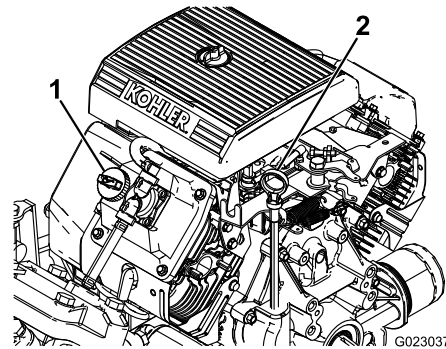

Figura 40
2. Retire la varilla y límpiela con un paño limpio (Figura 40). Introduzca la varilla en el tubo asegurándose de que entre a fondo. Retire la varilla y compruebe el nivel de aceite.
3. Si el nivel de aceite es bajo, retire el tapón de llenado de la cubierta de la válvula (Figura 40) y vierta aceite por el orificio hasta que el nivel de aceite llegue a la marca Lleno de la varilla. Añada el aceite lentamente y compruebe el nivel a menudo durante este proceso. No llene demasiado.
8. Agregue lentamente un 80% de la cantidad especificada de aceite por el tubo de llenado (Figura 40).